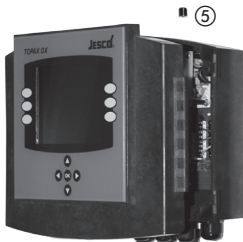

Abb. 1 / Fig. 1
Nachdem die Mutter ⑤ oberhalb mit Hilfe eines Schraubendrehers an einer Achse entfernt ist, kann diese Achse ⑥ nach unten herausgezogen werden. Als Werkzeug dient dabei die M4-Schraube ⑦, die in die Achse eingeschraubt wird (siehe Abb. 1).
To unscrew, first release the nuts ⑤ at the top with the help of a screwdriver at one axis, and this axis ⑥ can be pulled out downwards. The M4 screw ⑦ provided serves as a tool for this, which is screwed in the axis (see fig 1).